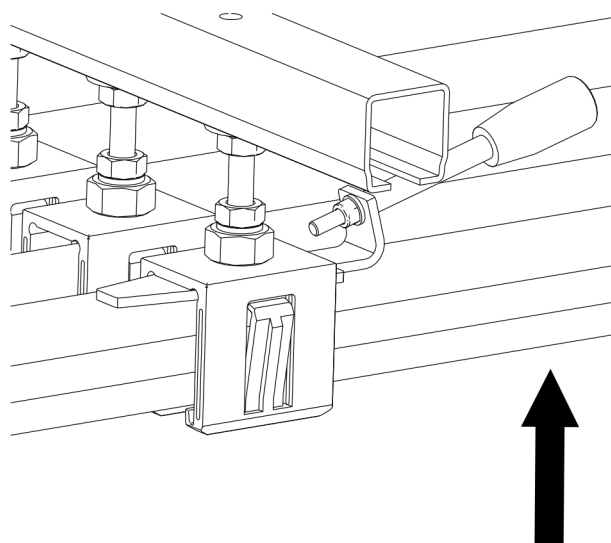
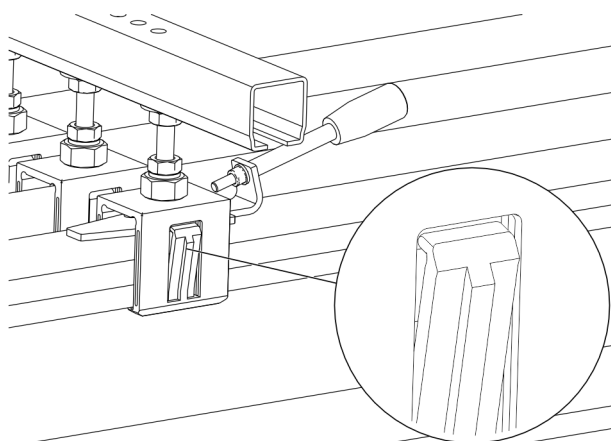
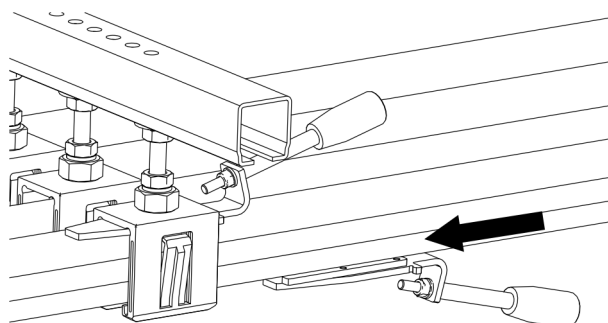

Abb. 63: Schleifleitung gegen Werkzeug 1 bzw. gegen Schienenhalter drücken
Abb. 64: Halteklammer des Schienenhalters biegt sich auf
Abb. 65: Werkzeug 2 auf der offenen Seite der Schleifleitung einführen
- Die Schleifleitung gegen das Werkzeug 1 bzw. gegen den Schienenhalter drücken (siehe Abb. 63). Parallel dazu das Werkzeug 2 auf der offenen Seite der Schleifleitung einführen (siehe Abb. 65). Die Halteklammer des Schienenhalters biegt sich auf (siehe Abb. 64).